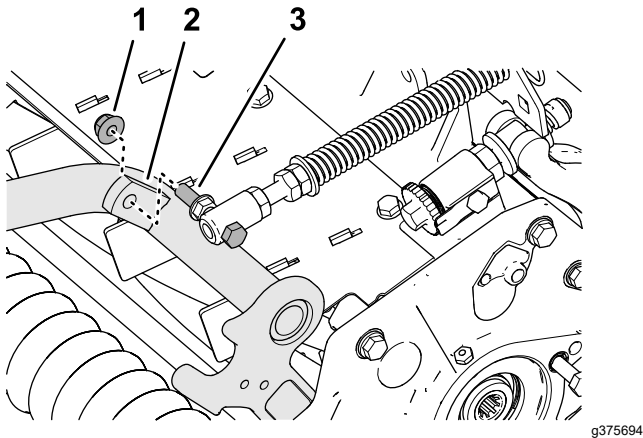

Figure 10
4. Fixez le ressort de compensation sur la patte droite du bâti porteur (Figure 10) avec le contre-écrou à embase (3/8").